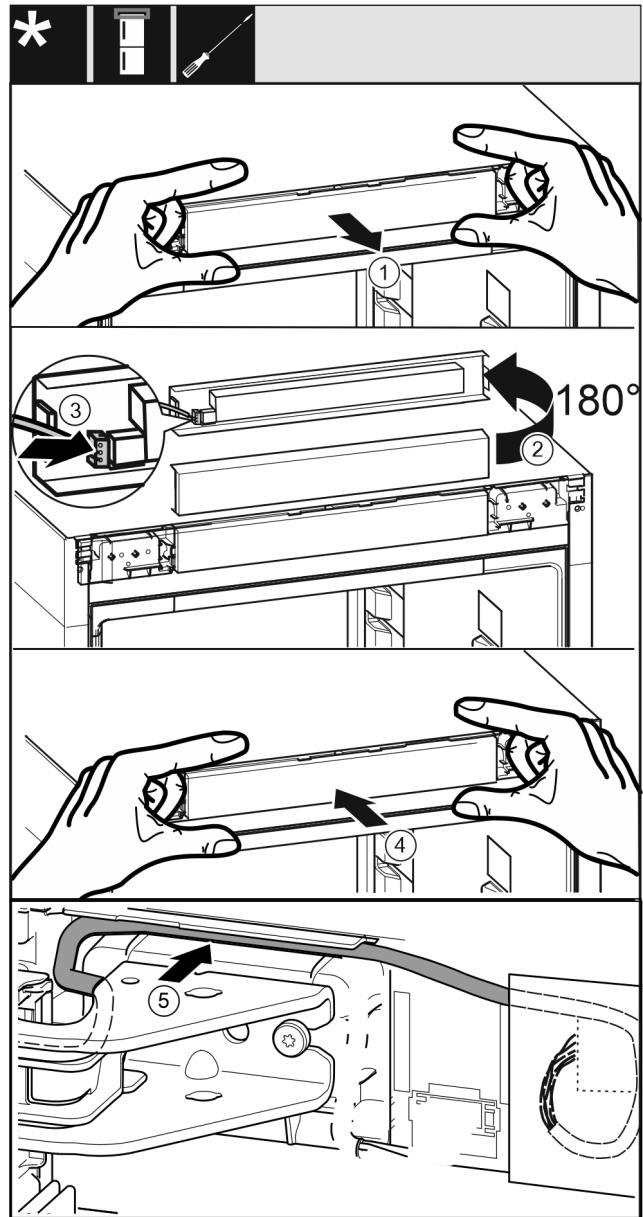

Fig. 48
- Bedienblende Fig. 48 (1) vorsichtig herausnehmen.
- Bedienblende Fig. 48 (2) um 180° nach oben drehen.
- Stecker Fig. 48 (3) an der Bedienteilblende einrasten.
- Bedienblende Fig. 48 (4) wieder am Gerät einrasten.
- Kabel Fig. 48 (5) vorsichtig in der Führung über dem oberen Lagerbock verlegen.